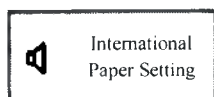
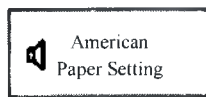

Рис. 5-36 — Международный стандарт 210
Рис. 5-37 — Американский стандарт
6. Нажмите кнопку в меню настройки печати, чтобы установить ширину отображения области печати, выбрав один из двух стилей бумаги. Диапазон области сердечных сокращений плода 30–240 ударов в минуту означает, что выбран вариант бумаги по американскому стандарту. Диапазон области сердечных сокращений плода 50–210 ударов в минуту означает, что выбран вариант бумаги по международному стандарту. Тип бумаги для печати отображается на кнопке на панели меню настройки печати, как показано на Рис. 5-36 и Рис. 5-37.